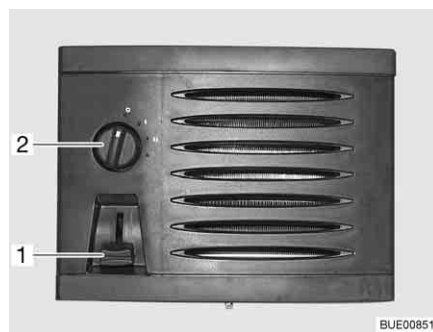

Fig. 168 Elementi di comando dello scambiatore di calore aggiuntivo
- Spingere il regolatore a scorrimento (Fig. 168,1) della valvola regolatrice di flusso verso il basso fino alla posizione desiderata. Il circolo dell'acqua è aperto.
- Ruotare l'interruttore (Fig. 168,2) della ventola di ricircolo in senso orario.
- Posizionare l'interruttore della ventola (Fig. 168,2) su "0".
- Spingere il regolatore a scorrimento (Fig. 168,1) della valvola regolatrice di flusso completamente verso l'alto.